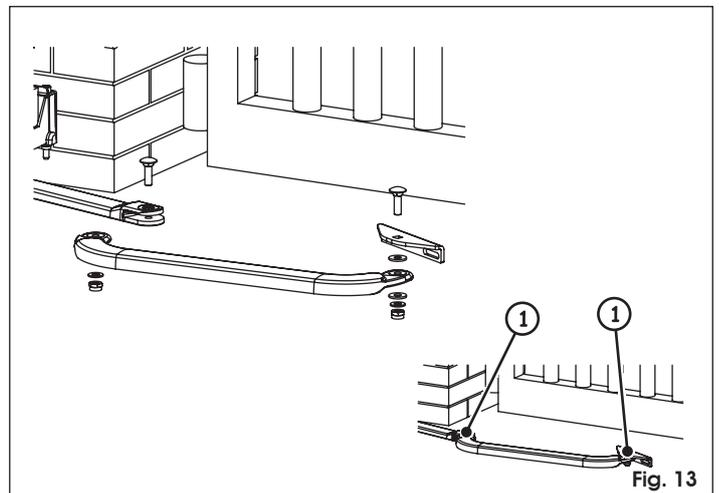

Fig. 13
7. Ensamble el resto del brazo como se muestra en la Fig. 13.
👉 Para un correcto funcionamiento hay que apretar los dos tornillos de fijación (Fig. 13 ref. ①) y, a continuación, aflojarlos una 1/2 vuelta para permitir que los brazos giren sin rozamientos.